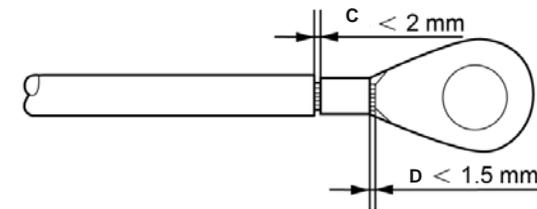

Abbildung 5.9 Draht abisolieren
- 4) Führen Sie den abisolierten Draht in den Crimbereich der OT-Klemme ein und crimmen Sie die Klemme mit der Hydraulikklemme auf den Draht (siehe Abbildung 5.9).